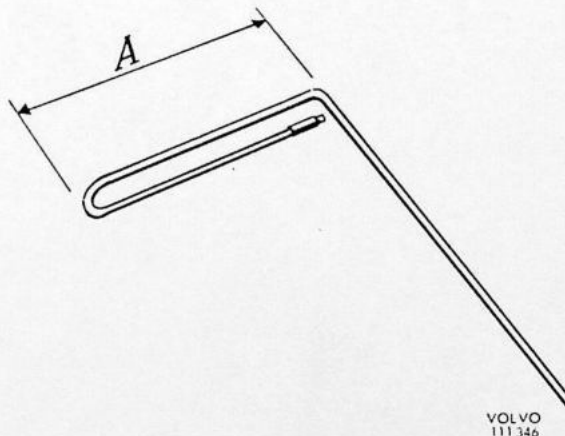

Fig 1
2. Wind het uiteinde van de capillaire buis terug en buig dit vervolgens in de vorm, zoals in fig. 1 wordt getoond.